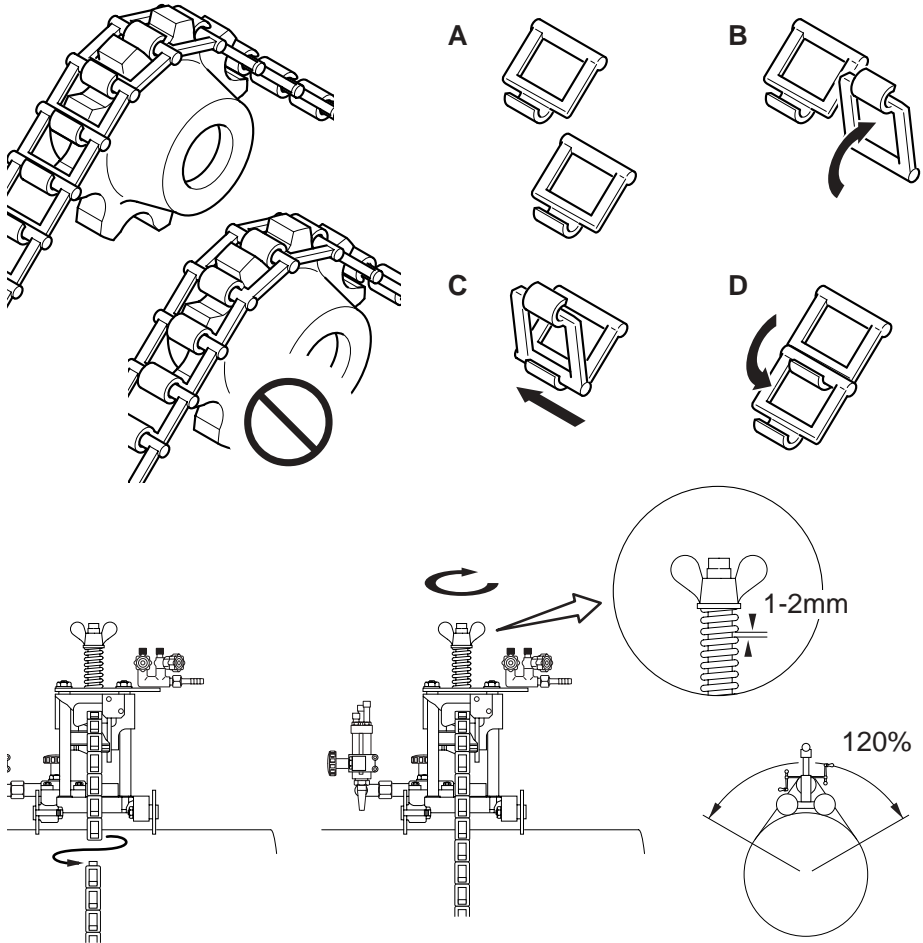

figure 4 - 1
- 3 Engagez la chaîne dans la dent de pignon, puis fixez les chaînes de la manière indiquée dans la figure 4 - 1 afin de les fixer sur le tuyau.